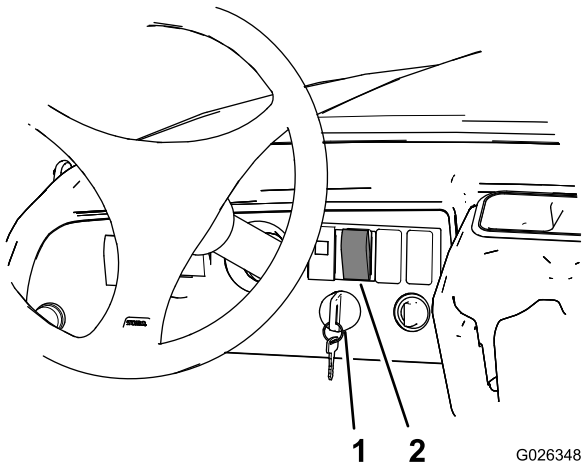

Figure 6
1. Tournez la clé de contact en position Contact (Figure 6).
2. Appuyez sur le haut de la commande de relevage jusqu'à ce que le plateau soit complètement relevé (Figure 6).
3. Tournez la clé de contact en position Arrêt (Figure 6).
7. Tournez la clé de contact en position Contact (Figure 6).
8. Appuyez sur le bas de la commande de relevage jusqu'à ce que le vérin du plateau soit complètement rétracté (Figure 6).
9. Tournez la clé de contact en position Arrêt (Figure 6).